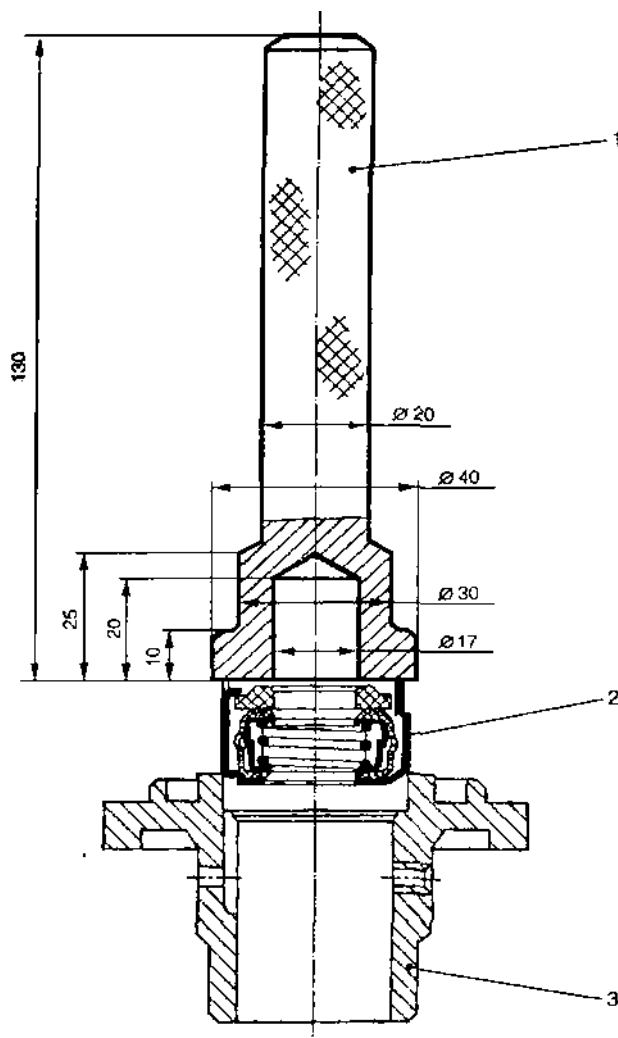

Рис. 2.37.6. Запрессовка манжеты водяного насоса:
4. Установить оправкой манжету, не допуская перекоса в корпусе (рис. 2.37.6).